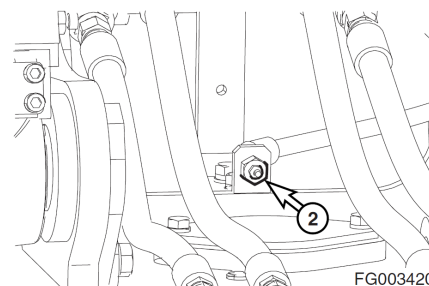

Рис. 80
3. Нажать смазочный фитинг и ввести смазку тавотницей в указанную точку (2, рис. 80).